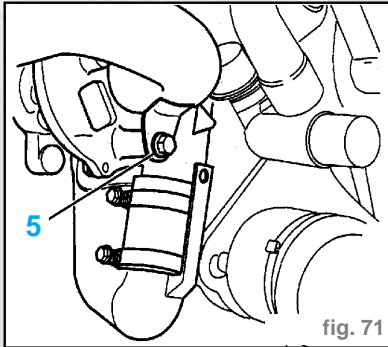

fig. 71
- Déposer la vis (5) (fig. 71).